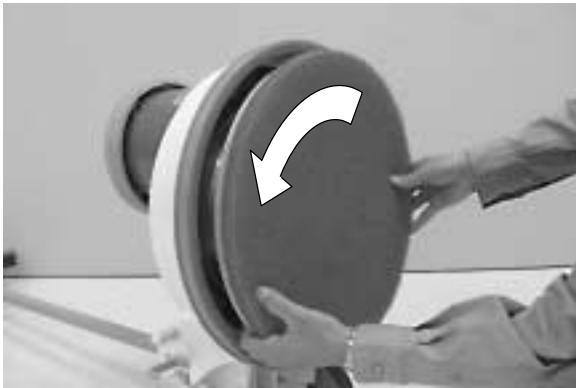

ABB. 7
3. Setzen Sie den Polierscheibenantrieb/die Bürste auf den Antriebsdorn, und drehen Sie diese(n) zur Befestigung nach links (Abbildung 7).